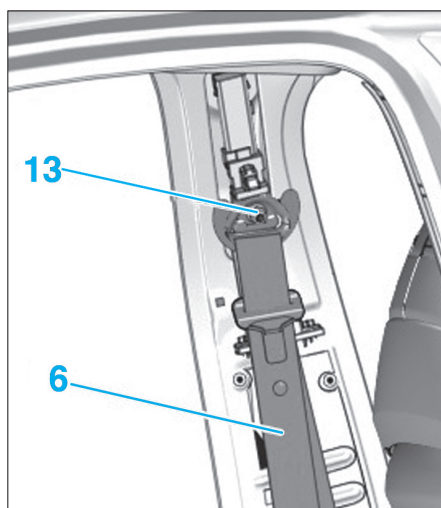
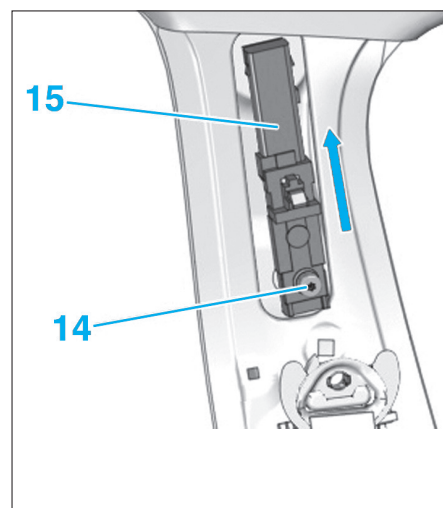
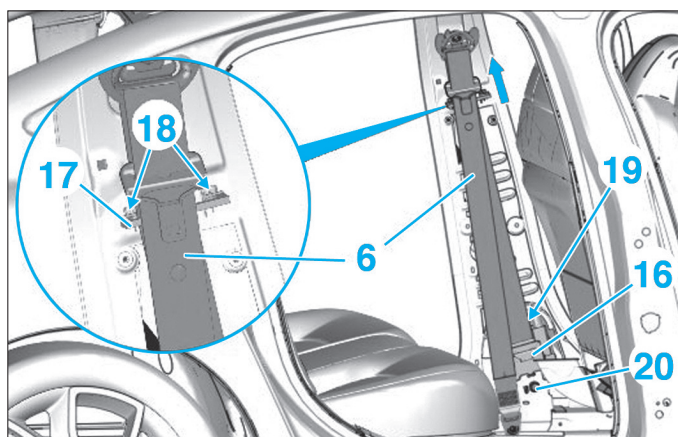

Fig. 26
Fig. 27
Fig. 28
- Déposer la vis (13) (Fig.26).
- Dégager la ceinture de sécurité (6).
- Déposer la vis (14) (Fig.27).
- Dégager le support de ceinture de sécurité (15) (suivant la flèche).
- Déposer le support de ceinture de sécurité (15).
- A l'aide d'un tournevis fin, dégrafer le guide sangle de ceinture de sécurité (17) en (18) (Fig.28).
- Déposer le guide sangle de ceinture de sécurité (17) (suivant flèche).
- Débrancher le connecteur en (19).
- la vis (20),
- l'enrouleur de ceinture (16).